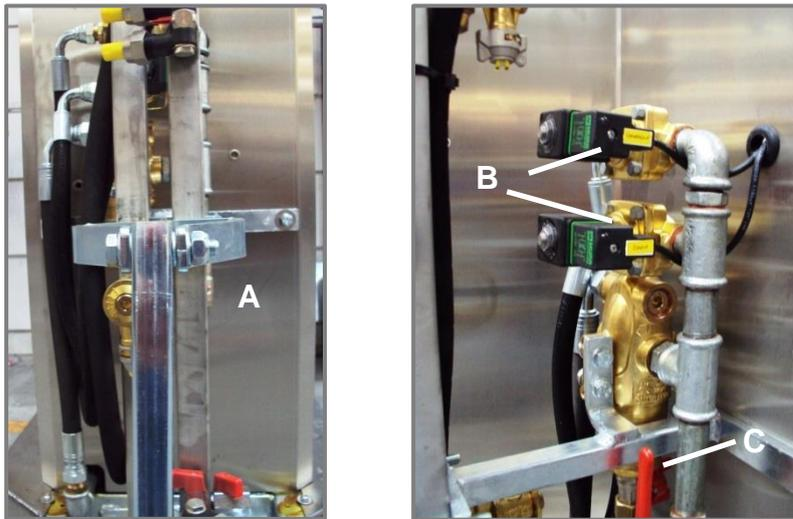

Abbildung 7.1; Elektrische Ventile und Schlauchanschlüsse
- Entfernen Sie die Edelstahlabdeckung an der Vorderseite des *BeMatic Meto SW* (Siehe Bild 7.1)
- Verbinden Sie das Gestänge mit dem Befestigungspunkt (A) und den anderen Befestigungspunkt in einer höheren Position auf der Stange
- Verbinden Sie die vorderen und seitlichen Spritzschläuche mit den entsprechenden Versorgungsanschlüssen des Spritzgestänges (siehe Etiketten (B) - das untere Ventil ist das Seitenspritzventil und das obere Ventil das vordere Spritzventil)
- Der lose Schlauch ist für die Reinigung des Systems mit Wasser vorgesehen (C)